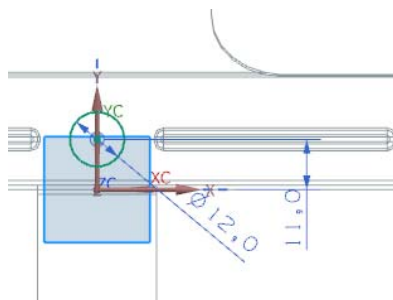
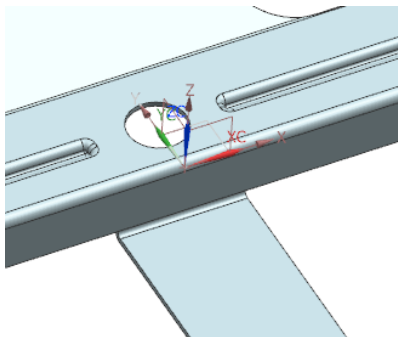

图 4-152 绘制草图
图 4-153 创建孔
(1) 选择“菜单(M)”→“插入(S)”→“切割(T)”→“拉伸(E)...”，或者单击“主页”选项卡“特征”面板上“更多”库下的“拉伸”按钮，打开“拉伸”对话框。
(2) 单击“绘制截面”按钮，打开“创建草图”对话框，选择如图 4-151 所示平面为草图绘制面，设置“水平”面为参考平面，单击<确定>按钮，进入草图绘制环境，绘制如图 4-152 所示的草图。
(3) 选择创建草图，并在对话框中设置限制项中的开始距离为 0，结束距离为-2，在布尔下拉列表中选择“求差”。
(4) 单击<确定>按钮，拉伸后的视图如图 4-153 所示。